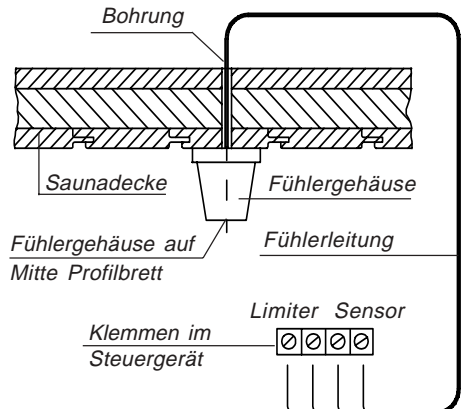

Abb. 9
3. Führen sie die Fühlerkabel durch das gebohrte Loch und schließen Sie die Fühlerleitung gemäß Abb. 9 an.